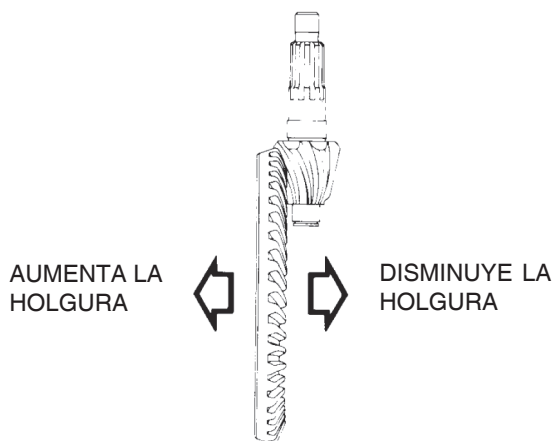

Figura 89
- La precarga indicada (1.7- 3.5 N.m (15- 35 lbf pol.)) se alcanzará con este procedimiento. (figura 89)